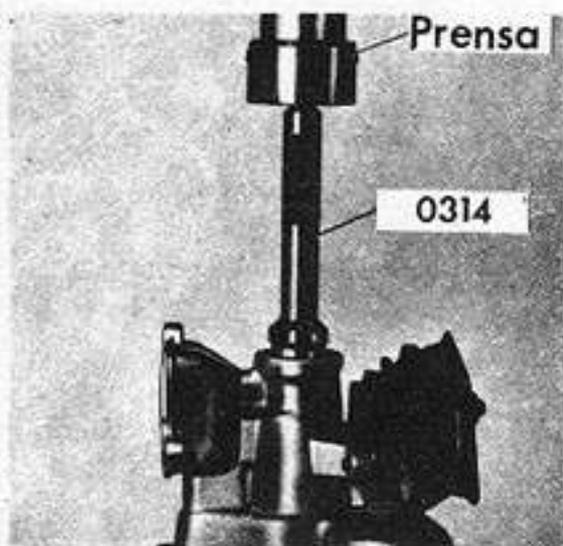

Fig. 30 - Instalación de un buje nuevo
24. En caso de haber sido desmontado el buje de la extensión de la carcaza de la caja de velocidades, colocar un buje nuevo con la herramienta N° 0314 (Fig. 30).